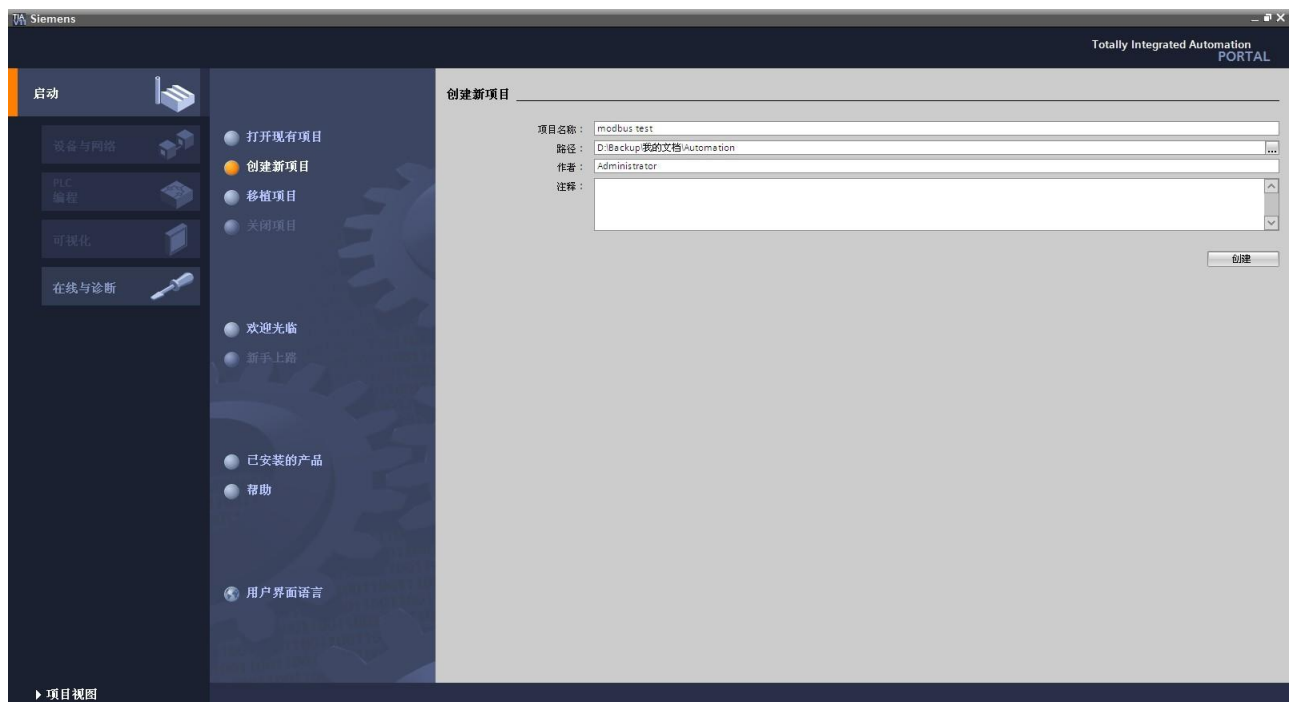

图 2-1
1、 首先打开博途软件，新建一个名为 modbus test 的项目，如图 2-1 所示